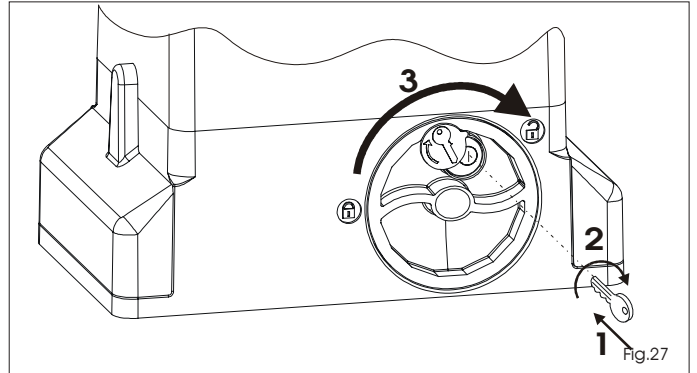

Fig.27
- 1) Steek de bijgeleverde sleutel erin en draai hem met de klok mee zoals aangegeven op Fig.27 ref.1 en 2.
- 2) Draai het ontgrendelsysteem met de klok mee tot de mechanische aanslag, Fig.27 ref.3.